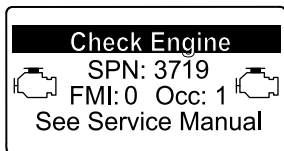

Figura 22
- Advertencia del motor SPN 3719, FMI 0 (Figura 22)